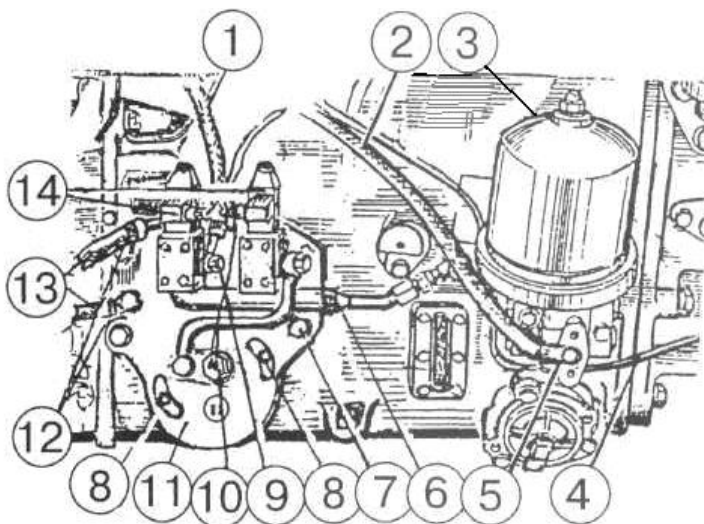

Рисунок 4.53
- б) снимите хомуты 12 (рисунок 4.53) и отсоедините шланги 13 привода заднего ВОМ;